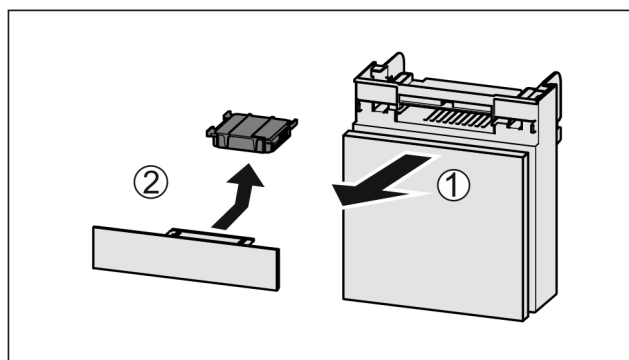

Fig. 122
- ▶ Predal izvlecite Fig. 122 (1) naprej.
- ▶ Odstranite Fig. 122 (2) aktivni ogljeni filter.